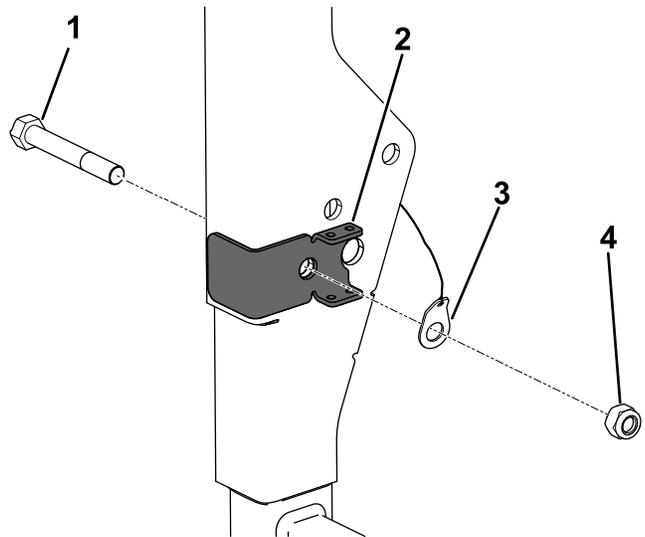

Figure 9
3. Alignez le trou dans le support du ROPS et le trou dans le ROPS, puis montez le boulon neuf (Figure 9).